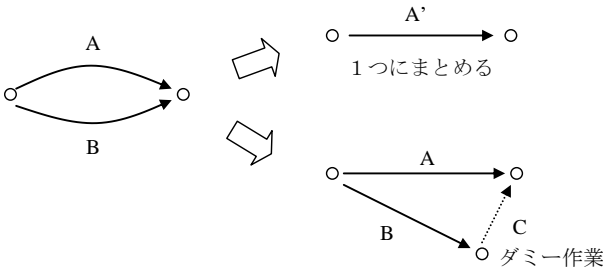

図2 同一結合点間の2つの作業の表示法
- 2) 隣り合った2つの結合点間は1つの作業で結ぶ。(図2)